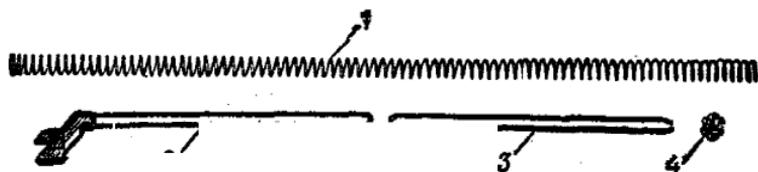

Рис. 33. Возвратный механизм:
18. Возвратный механизм (рис. 33) служит для возвращения затворной рамы с затвором в переднее положение.